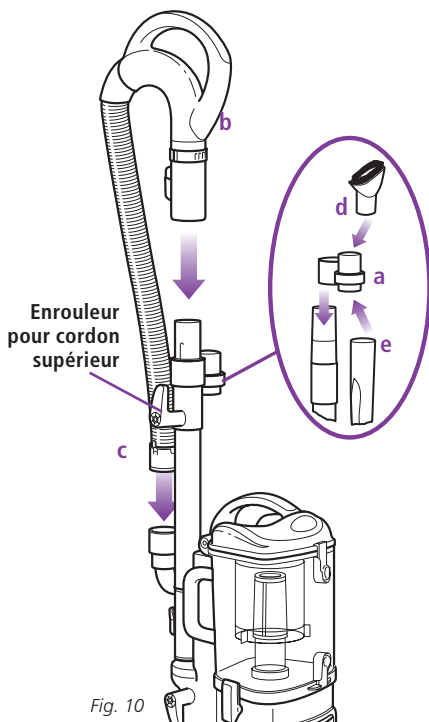

Fig. 10
- 4 Faites glisser le support pour accessoires (a), situé à l'opposé de l'enrouleur pour cordon supérieur, par-dessus le tube rallonge. Alignez l'onglet avec la rainure et enfoncez-le. (Fig. 10)
- 5 Enfoncez la poignée (b) sur la partie supérieure du tube rallonge jusqu'à ce qu'il s'enclenche (vous entendrez un « clic »). (Fig. 10)
- 6 Insérez l'extrémité du tuyau extensible (c) dans le raccord à l'arrière du corps de l'aspirateur *Lift-Away^{MD}* (Fig. 10)
- 7 Rangez la brosse à épousseter (d) et le suceur plat (e) dans les logements du support pour accessoires. (Fig. 10)